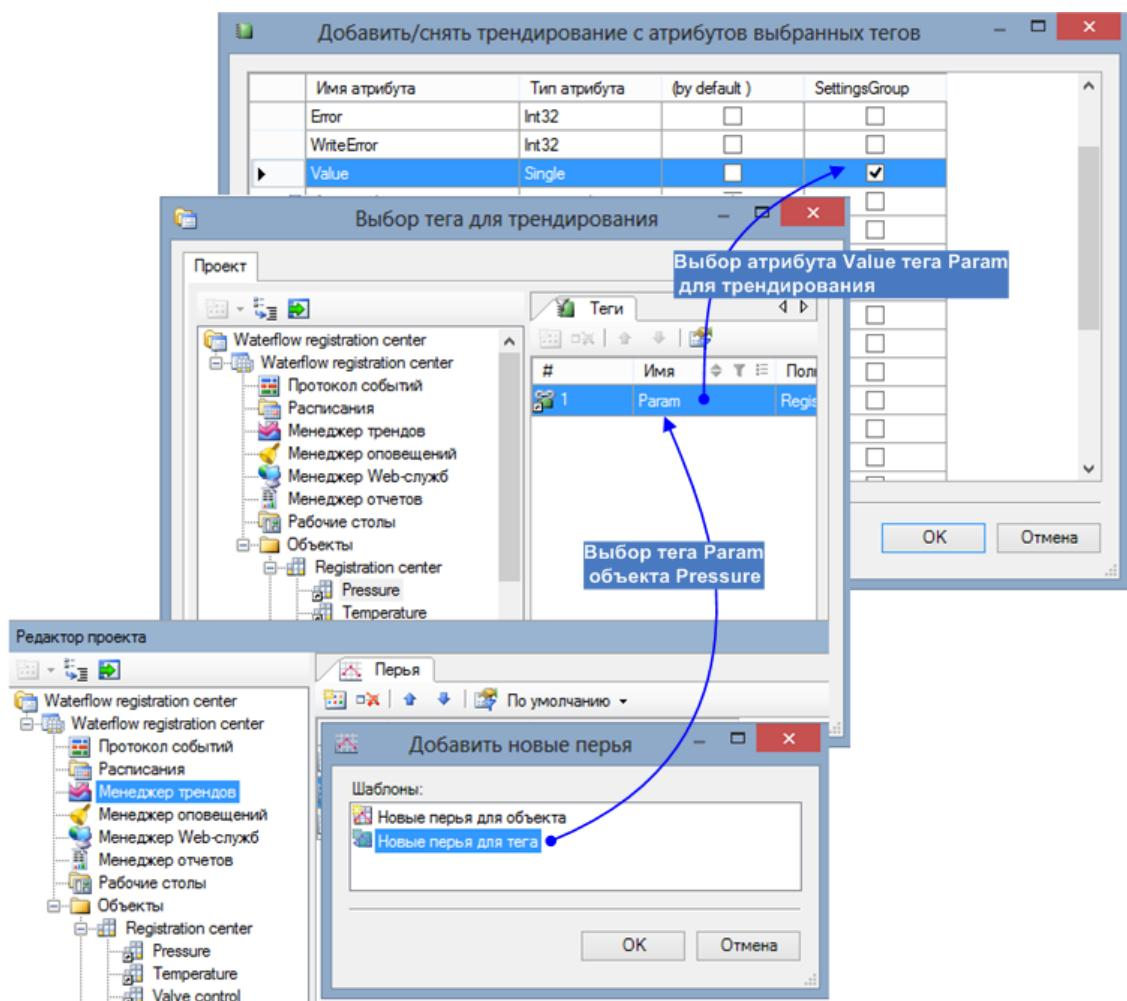

Рисунок 2.34 – Выбор атрибута тега для трендирования
- 5 В окне **Выбор тега для трендирования** укажите объект и его тег, затем нажмите **OK** (рисунок 2.34)
- 6 В появившемся окне **Добавить/снять трендирование с атрибутов выбранных тегов** укажите атрибут тега и сделайте отметку в колонке **Settings Group** для формирования архива тренда (рисунок 2.34).